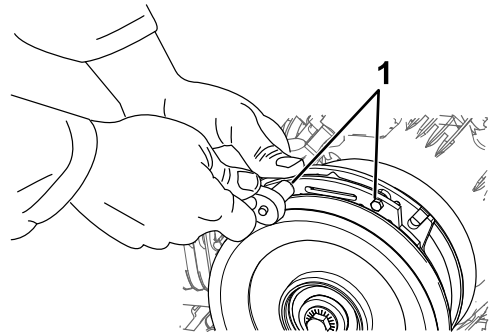

Figure 57
- A. Desserrez les boulons de fixation du frein d'un demi-tour à un tour complet, comme montré à la Figure 57.